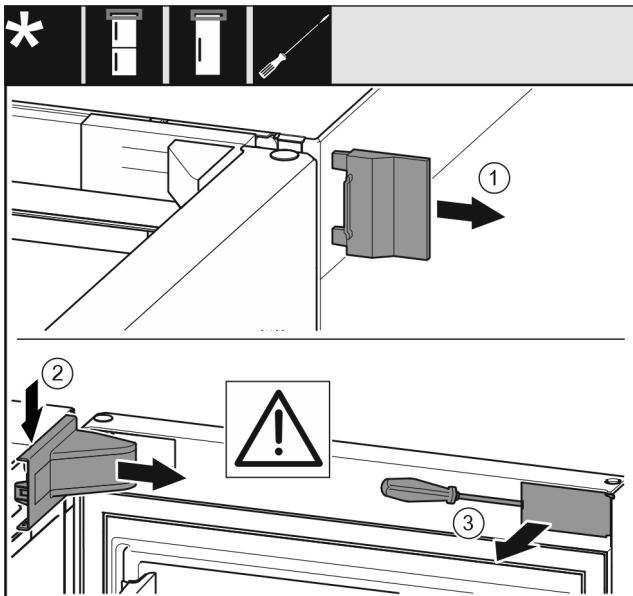

Fig. 6
- ▶ Tag den udvendige afdækning af. Fig. 6 (1)
- ▶ Klik hængselkonsollens afdækning ud, og løsn den. Tag hængselkonsollens afdækning af. Fig. 6 (2)
- ▶ Løsn blindpladen med en flad skruetrækker, og drej den til side. Fig. 6 (3)